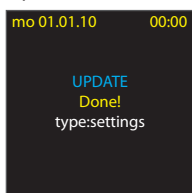
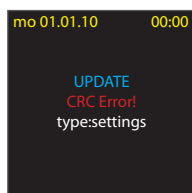

fig. 10
fig. 11
- La reușita transmisiei, suma totală a CRC este recalculată. Conformitatea datelor este indicată prin afișarea mesajului „Terminat!” (fig. 10). În caz de neconformitate a datelor este afișat mesajul „Eroare CRC” (fig. 11) și întreaga transmisie este reluată de la pasul 5.